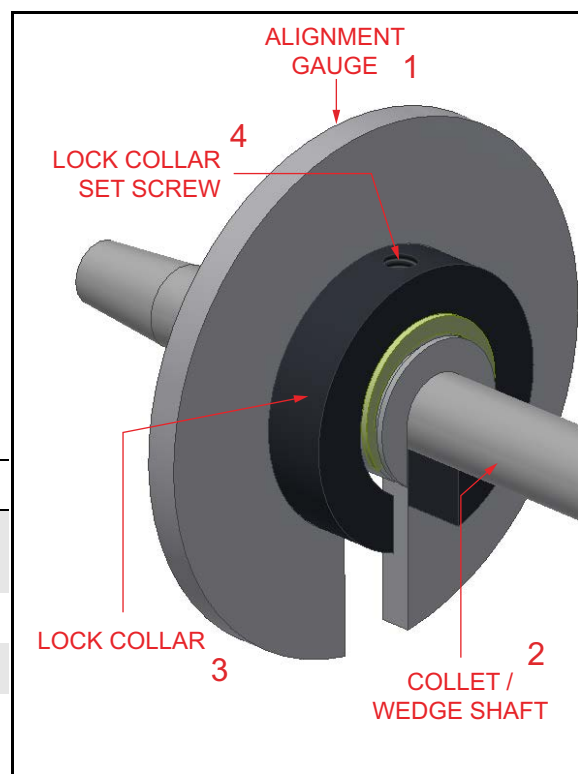

Рис. 3-2. КОМПОНЕНТЫ СТОПОРНОЙ ВТУЛКИ
3. Отцентрируйте паз стопорной втулки относительно паза центровочного приспособления (см. рис. 3-2).